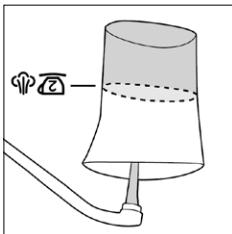

Figura 8
- Para preparar un cappuccino o latte con 4 porciones de espresso, llene la jarra para medir agua hasta la del depósito de agua (Figura 8).